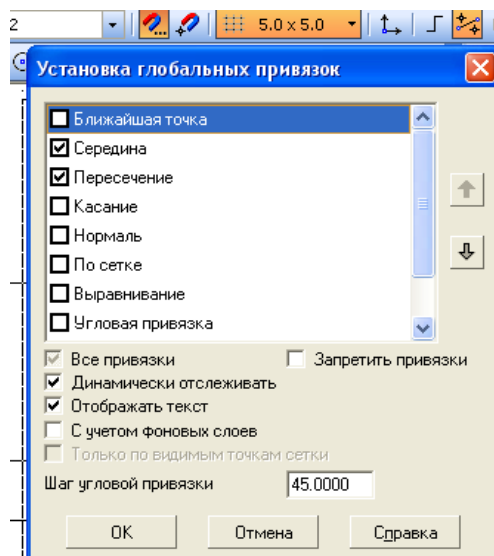

Рисунок 4.10 – Настройка привязок
9. Активизируйте пиктограмму *Установка глобальных привязок*. Настройте в открывшемся диалоговом окне привязку *Середина* (рисунок 4.10), которая позволит при построении осевых линий определить середину сторон габаритных прямоугольников на виде слева и на виде сверху.